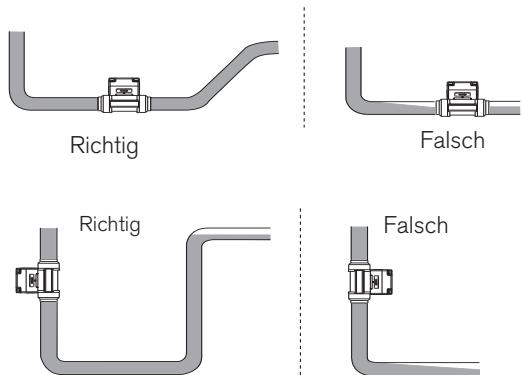

Bild 7: Füllung der Rohrleitung
- Darauf achten, dass die Rohrleitung am Gerät immer gefüllt ist (Bild 7).